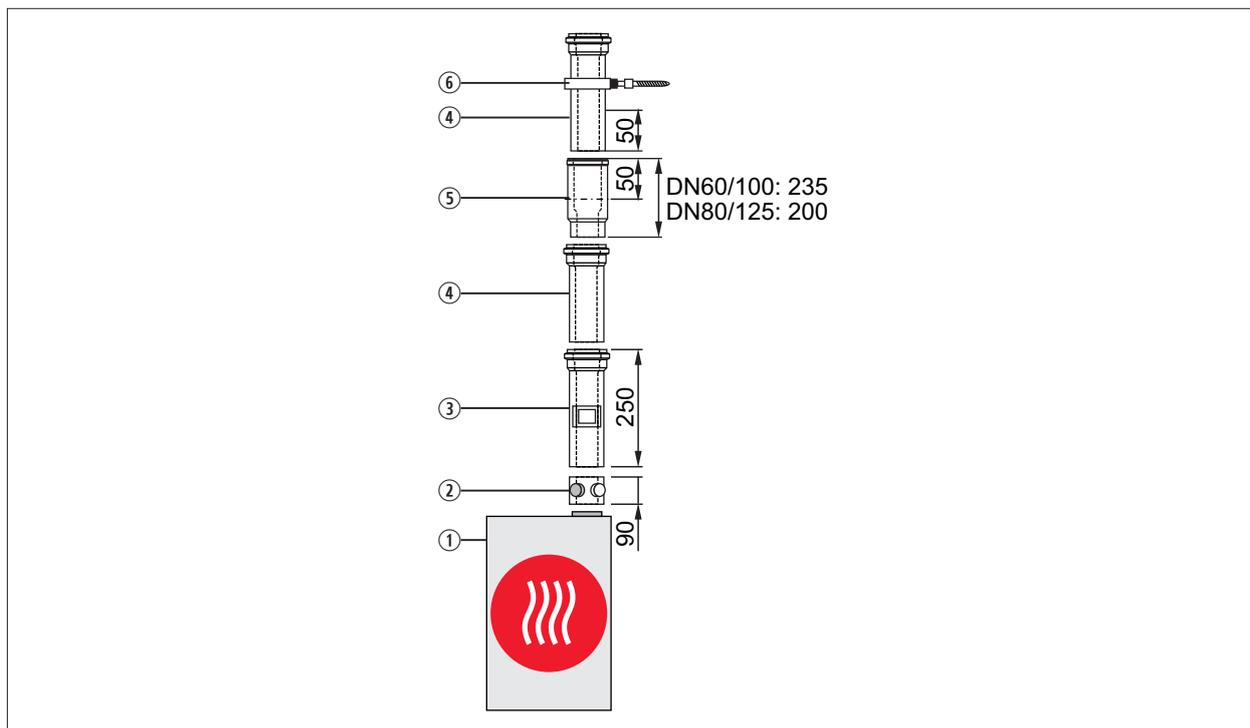

Fig. 5.14 Esempio di sistema di aspirazione aria/scarico fumi [mm]
- Montare l'attacco dell'apparecchio con apertura di misurazione fumi (2) ([Fig. 5.14 Esempio di sistema di aspirazione aria/scarico fumi \[mm\]](#)) all'attacco della caldaia (1).
- ▶ Spingere il sezionatore (6) (Fig. 5.14 Esempio di sistema di aspirazione aria/scarico fumi [mm]) fino all'arresto nel manicotto precedente (5).
- ▶ Spingere il successivo condotto di aspirazione aria/scarico fumi (5) per 50 mm nel manicotto del sezionatore (6).
- ▶ Fissare il condotto di aspirazione aria/scarico fumi (5) in questa posizione, ad esempio con una fascetta distanziatrice (7) o sul lato aria con vite di bloccaggio.